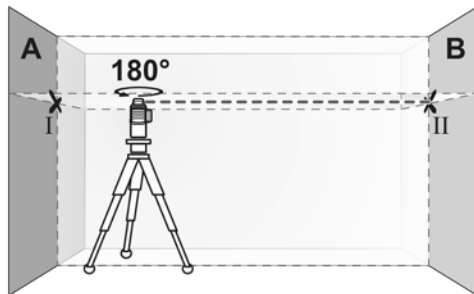

Рисунок 5
3.5.3 Поверніть прилад на 180° і зачекайте, поки промінь автоматично вирівняється та позначте точку, в якій лазерні лінії перетинаються на протилежній стіні «В» (точка «II», рисунок 5).